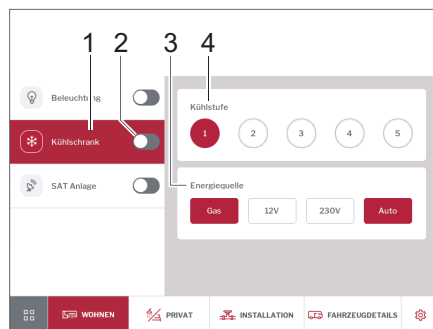

Bild 273 Kühlschrank
- Mit Schiebeschalter (Bild 273,2) Kühlschrank ein- oder ausschalten.
- Auf Schaltfläche *Kühlschrank* (Bild 273,1) tippen.
Im Bedienfeld können die Kühlstufe (Bild 273,4) und die Energiequelle (Bild 273,3) eingestellt werden.